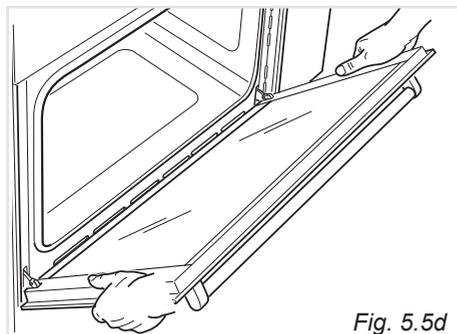

Fig. 5.5d
- Impugnare la porta come illustrato in fig. 5.5d.